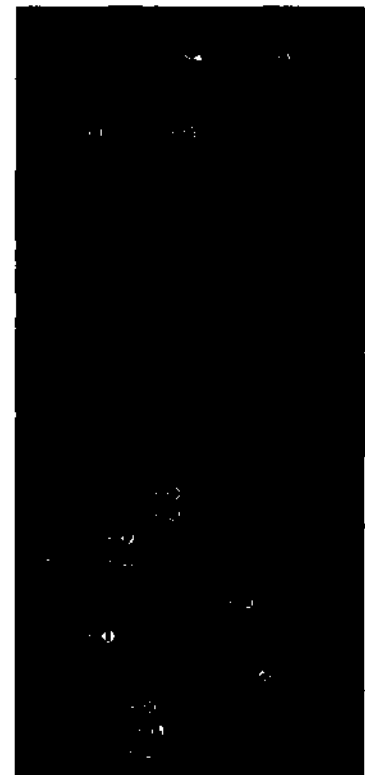

Рисунок 219. Контрольная панель модуля регистрации The EnSite™ Fusion™
Контрольная панель модуля регистрации The EnSite™ Fusion™ (Рисунок 219) применяется для размещения и редактирования пар контрольных точек. Для отображения контрольной панели модуля регистрации The EnSite™ Fusion™ кликните на иконке модуля регистрации EnSite™ Fusion™ на контрольной панели модели.
ПРИМЕЧАНИЕ: Кнопки, упомянутые в дальнейших инструкциях расположены на контрольной панели модуля регистрации EnSite™ Fusion™ (Рисунок 219).
2. Кликнуть на иконке модуля регистрации EnSite™ Fusion™ контрольной панели модели для отображения контрольной панели модуля регистрации EnSite™ Fusion™ (Рисунок 219).
Для редактирования размещенных контрольных точек доступны несколько функций. Элементы управления редактирования контрольных точек расположены на контрольной панели EnSite™ Fusion™ (Рисунок 219).
Управление отображением моделей НЦИ и EnSite™ NavX™ Navigation and Visualization Technology, Sensor Enabled™ возможно с помощью нескольких элементов управления. Данные элементы управления расположены на контрольной панели модуля регистрации EnSite™ Fusion™, Рисунок 219, «Меню настройки карты», Рисунок 225, и «Регуляторы отображения карт», Рисунок 226.